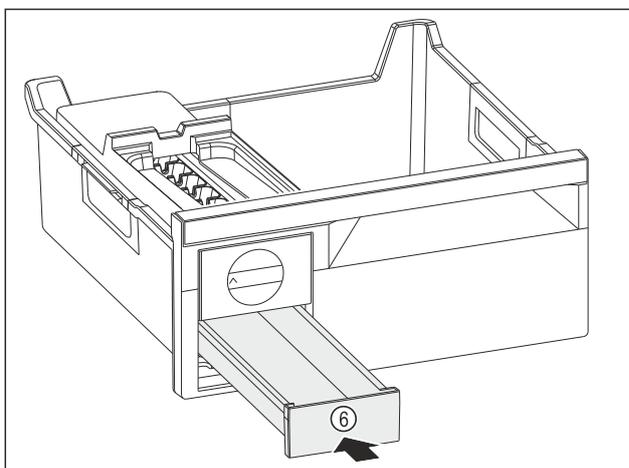

Fig. 146
- ▶ Zasuňte zásuvku na kocky ľadu Fig. 146 (6).